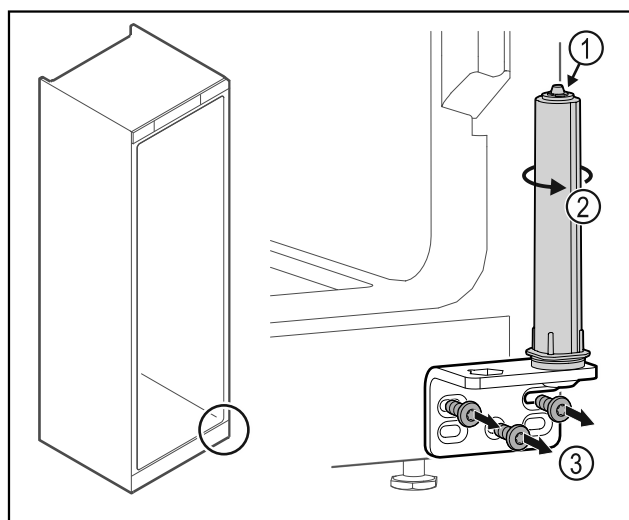

Fig. 40
- Non disassemblare il sistema di chiusura della porta Fig. 40 (1).
- Ruotare il sistema di chiusura Fig. 40 (2) finché non si innesta con un clic.
- Svitare la cerniera angolare Fig. 40 (3).